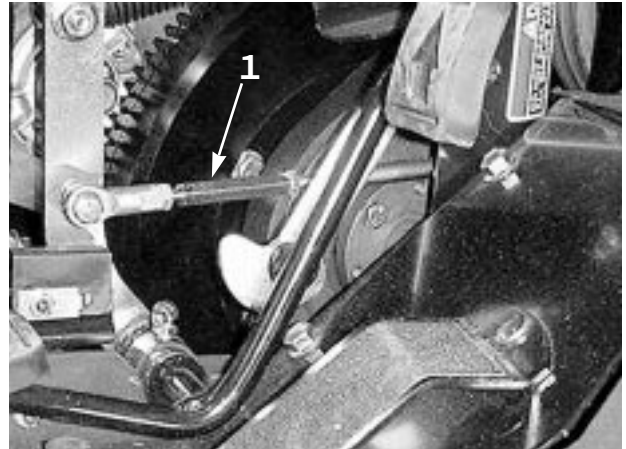

図 60
2. 走行ロッド・バレル (図60) 両端のジャムナットをゆるめる。